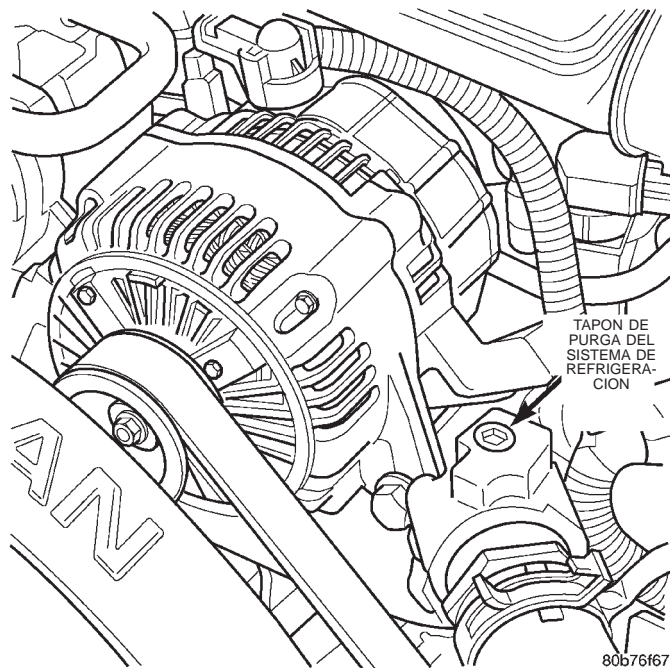

Fig. 24 Localización del tapón de purga de refrigerante
(1) Apriete los tapones del grifo de desagüe del radiador y de drenaje del bloque de cilindros (si se hubieran retirado).
(2) Retire el tapón de tubo rotulado **COOLANT BLEED** (PURGA DE REFRIGERANTE) (motores 4.7L únicamente) (Fig. 24)